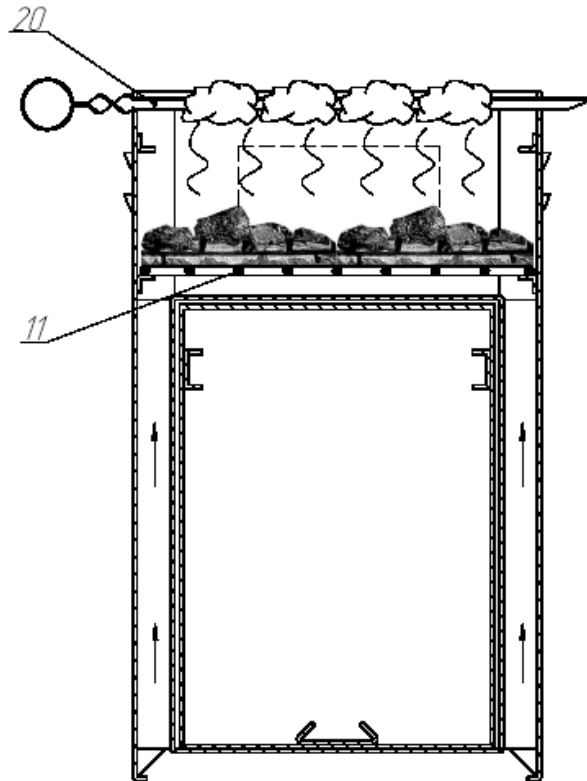

Рис. 3
2.3.5 В случае использования коптильни КМУДЖИК КР-2.3 в качестве мангала, корпус 1 переворачивают, при этом колосниковая решетка 11 смещается на другой уровень. На решетку помещается уголь. Шампуры 20 размещают в вырезах 19. Вентиляционные каналы в этом случае обеспечивают подвод воздуха для лучшего горения углей (см.рис.3)